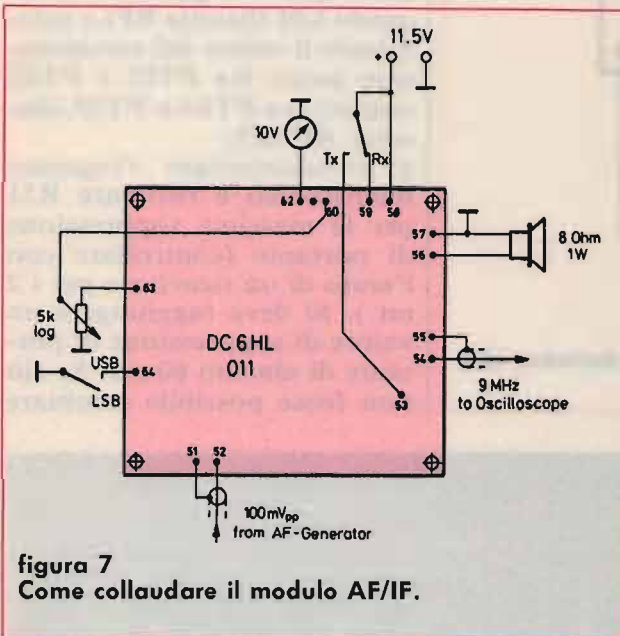

figura 7
- collegare la basetta come mostrato in figura 7;